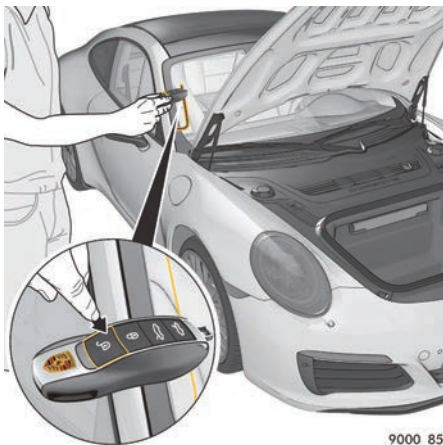

图 241: 在遥控器故障时紧急解锁
- ▶ 将驾驶员车匙放在**乘客侧**挡风玻璃的外缘, 与此同时, 按下  按钮 (图 241)。